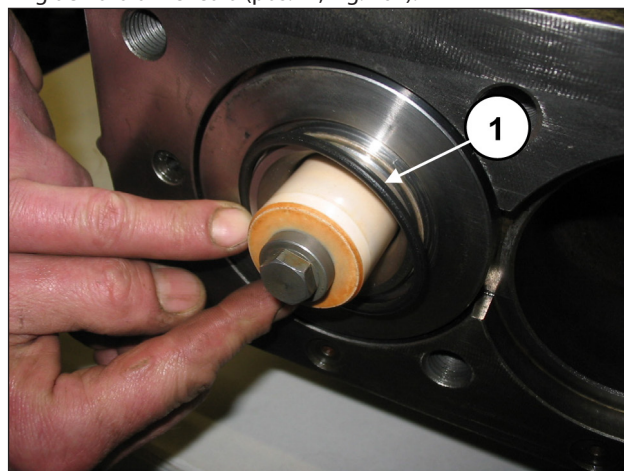
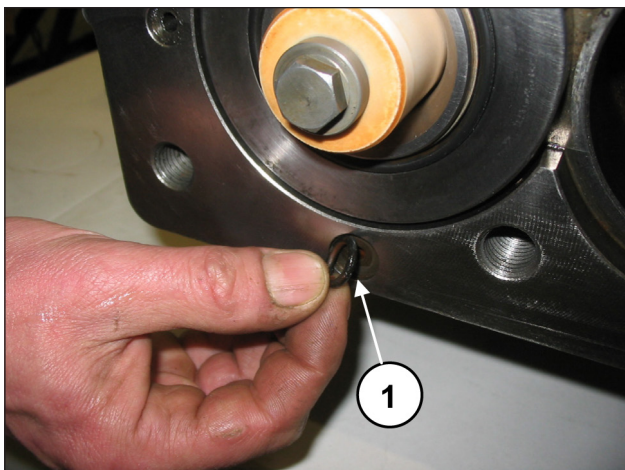

Fig. 161
Fig. 162
Montare l'O-ring frontale della camicia (pos. ①, Fig. 161) e l'O-ring del foro di ricircolo (pos. ①, Fig. 162).